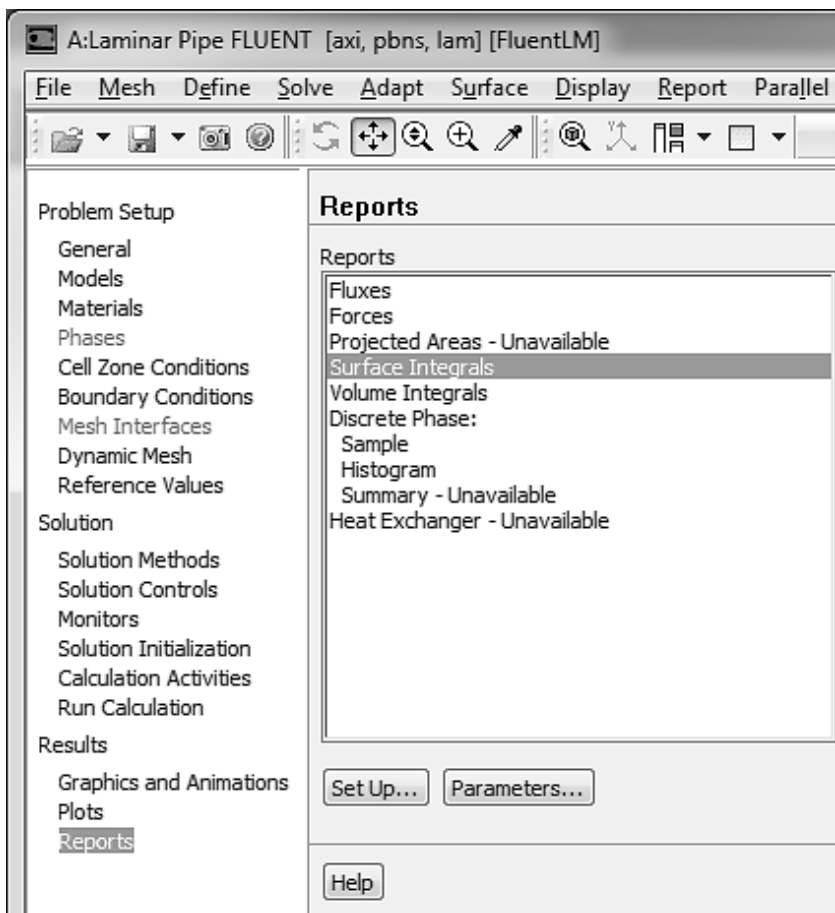

Рис. 1.52
- 1) . Для этого выбираем раздел Reports, далее – Surface Integrals, нажимаем кнопку Set Up, рис. 1.52.